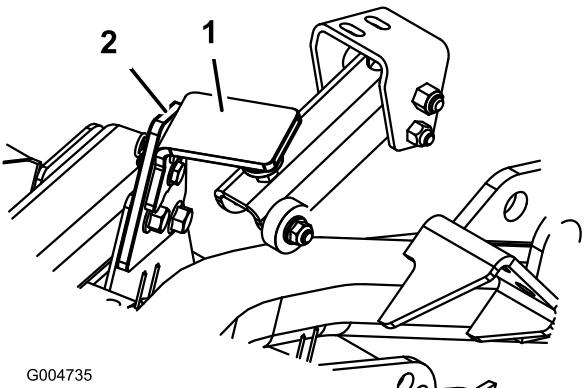

Figure 84
2. Enlevez la goupille fendue et l'axe de chape qui fixent le verrou de transport du plateau à la plaque de verrouillage (Figure 84). Faites pivoter le verrou vers l'arrière du plateau de coupe.